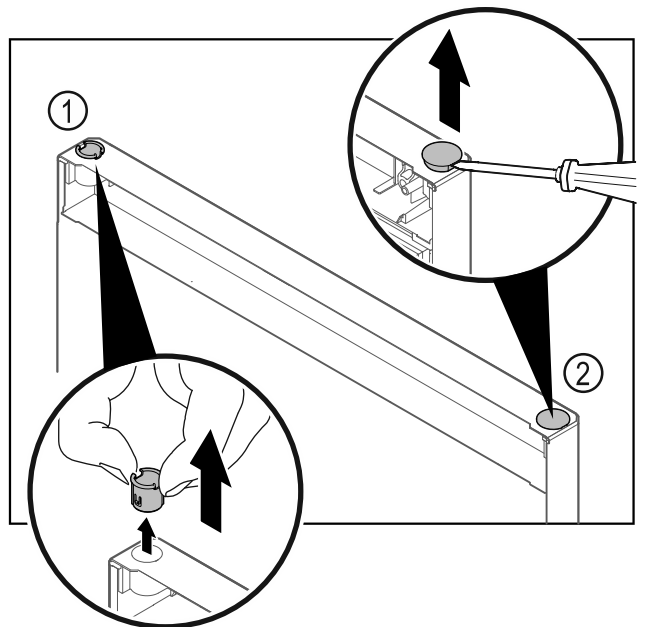

Fig. 22 Porta del vano frigorifero
- Estrarre la boccola cerniera Fig. 22 (1) con le dita.
- Con un cacciavite a testa a intaglio sollevare con cautela il tappo Fig. 22 (2) ed estrarlo.